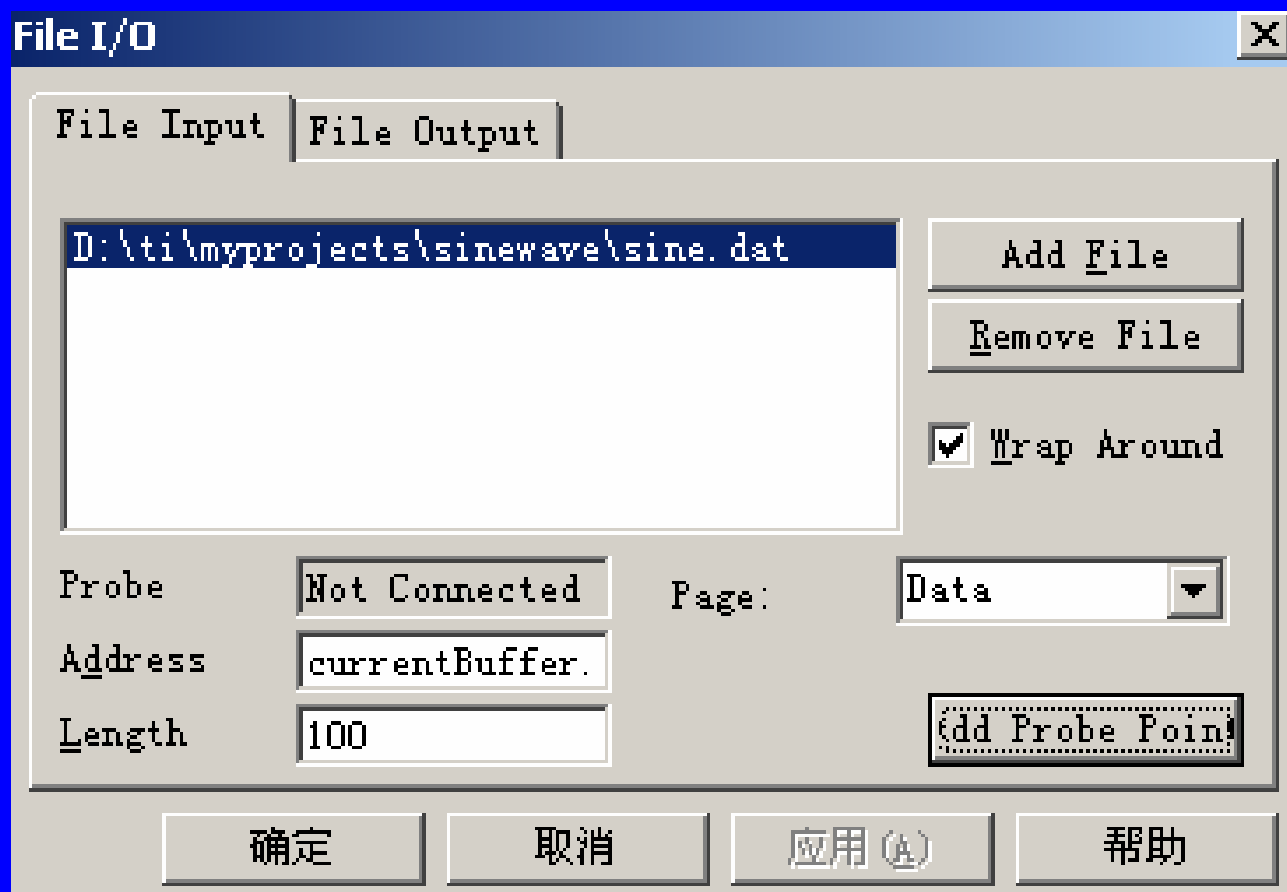

图4-22 “File I/O”对话框
- (1) 将光标放在“**dataIO();**”语句处，点击鼠标右键选择**Toggle Probe Point**项，此时该语句行前出现一个蓝色的菱形标志，表明探针已设置；
- (2) 连接输入输出文件。
- ① 选择**File**→**File I/O**，打开“**File I/O**”对话框，如图4-22所示。